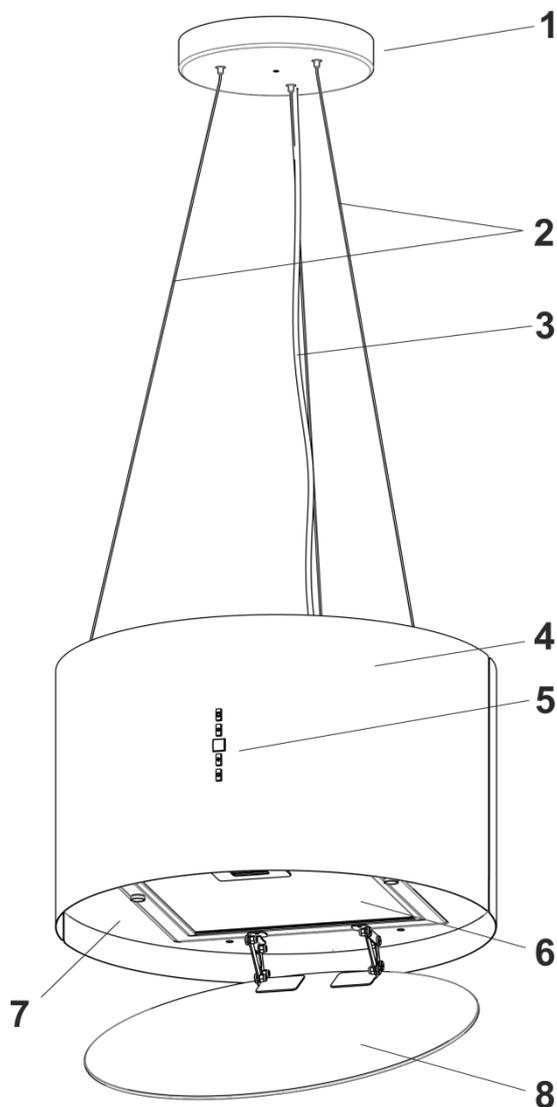

Fig.2
1.5 La hotte peut fonctionner **en régime de la recirculation (la circulation fermée circulaire de l'air dans la cuisine)**, quand la hotte n'était pas connectée au tuyau de cheminée, et l'air est passé par le filtre à graisses aluminium et le filtre à charbon d'absorbant l'odeur et revient à la cuisine (**fig. 2**).
5.4 La hotte comprend les composants suivant (fig.2)